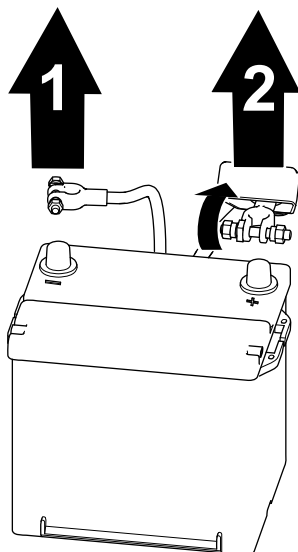

Figura 62
1. Retire el cable negativo del borne de la batería (Figura 62).
2. Eleve el aislante y retire el cable positivo de la batería del borne de la batería (Figura 62).